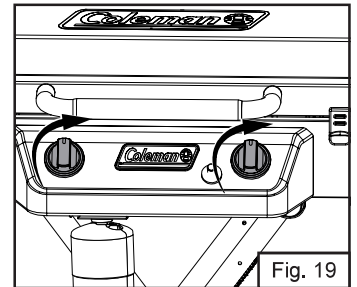

Fig. 19
- Antes de conectar el cilindro de propano, asegúrese de que ambas perillas de mando estén cerradas (Fig. 19).